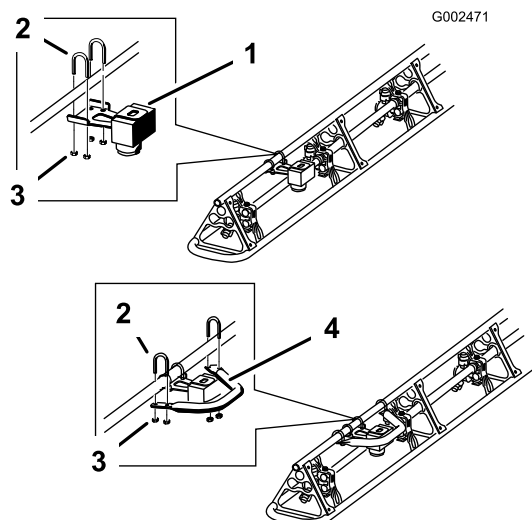

Figura 2
1. Montate, senza fissarlo saldamente, il sensore ultrasonico destro sul tubo di supporto superiore della barra destra, a metà via tra il terzo e il quarto ugello, come illustrato in Figura 2, mediante 2 bulloni a U, 4 rondelle (5/16 pollice) e 4 dadi di bloccaggio (1/4 pollice). In questo momento, non serrate a fondo gli elementi di fissaggio per potere eseguire successivamente delle regolazioni.
- Montate il tubo di protezione attorno al sensore ultrasonico con il lato concavo rivolto verso l'interno, ovvero verso il veicolo. Fermate, senza fissarlo saldamente, il tubo di protezione alla barra (Figura 2) mediante 2 bulloni a U, 4 rondelle (5/16 pollice) e 4 dadi di bloccaggio (1/4 pollice). In questo momento, non serrate a fondo gli elementi di fissaggio per potere eseguire successivamente delle regolazioni.